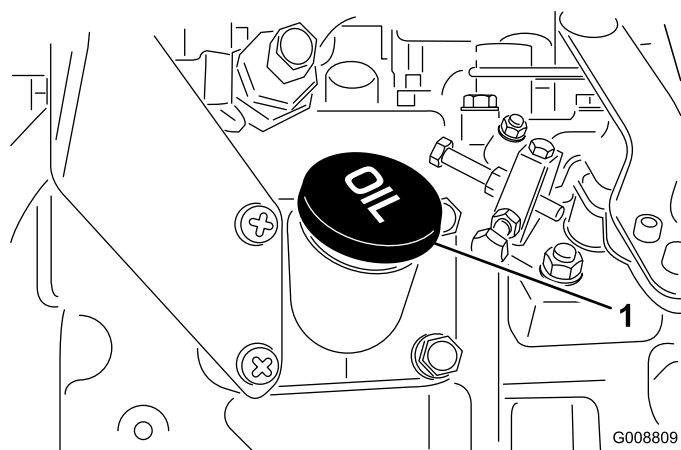

図 33
4. 不足している場合は、キャップ（図 33）を取り、Full 位置までオイルを補給する。**入れすぎないこと。**